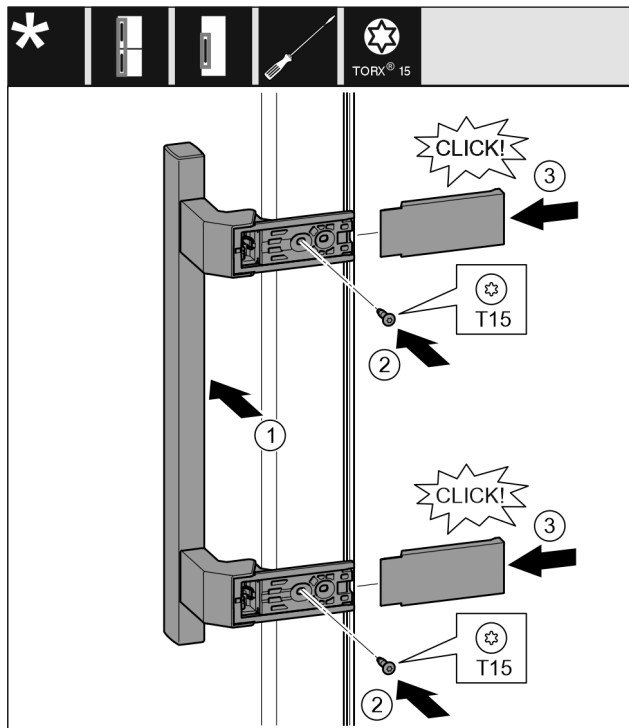

Fig. 40
- ▶ Rankenėlę uždėkite priešingoje pusėje. Fig. 40 (1)
- ▶ Tvirtai prisukite varžtus atsuktuvu T15. Fig. 40 (2)
- ▶ Uždėkite dengiamąsias plokšteles ir jas užmaukite. Fig. 40 (3)